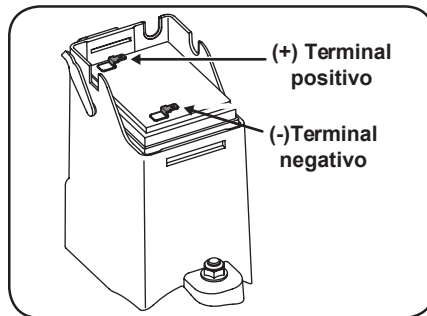

Figura 4-12
1. Quite el sello de la cubierta y conecte el cargador de la batería en el orificio de entrada en el costado del alojamiento de la batería. Vea la Figura 4-12.